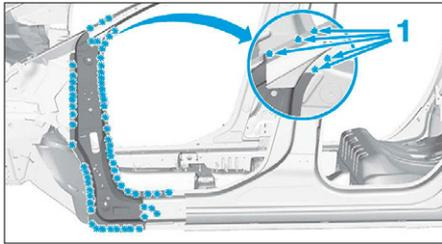

FIG. 57
- Dépointer sur 3 épaisseurs en (1) et le reste sur une épaisseur comme illustré (Fig.57),